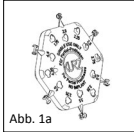
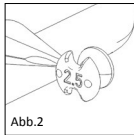

Abb. 1a
Abb. 2
■ **Abb. 1a, 1b/2** Die Sizer Disk für Partial-Prothesen besitzt sechs satenitenförmig angebrachte Einzelsizer unterschiedlicher Länge (2,0-4,5 mm) (Abb. 1a, 1b). Auf der Rückseite eines jeden Sizers wird die entsprechende Länge angezeigt (Abb. 2). Die Aussparungen und Bohrungen dienen der Gewichtsreduktion, sowie der besseren Übersicht während des Messvorganges im Mittelohr.